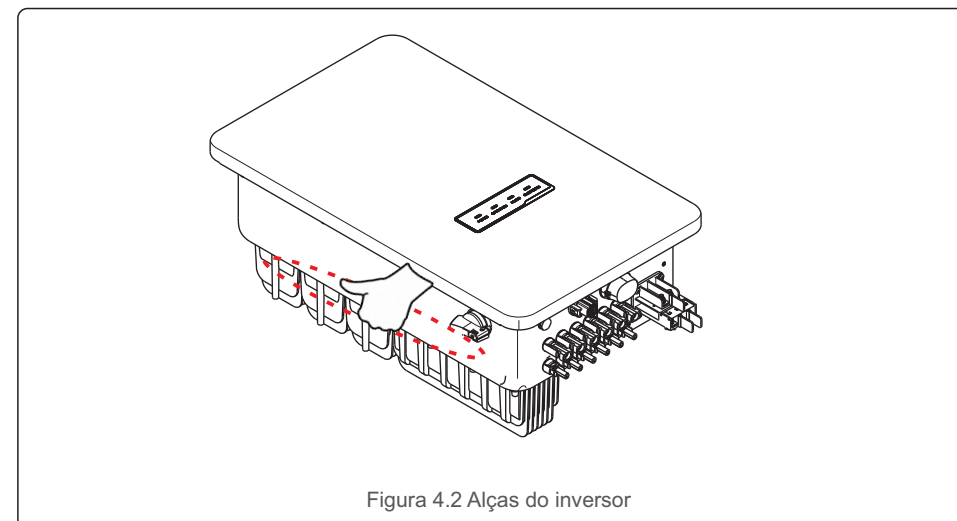

Figura 4.2 Alças do inversor
- Abra a caixa e, em duas pessoas, peguem uma extremidade do inversor usando a área indicada com uma linha pontilhada (veja a Figura 4.2).